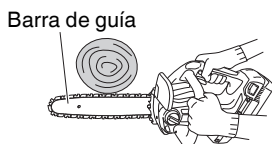

Fig. 24
- (5) Cuando corte en madera desde abajo, toque la parte superior de la barra de guía con la madera ligeramente. (Fig. 24)